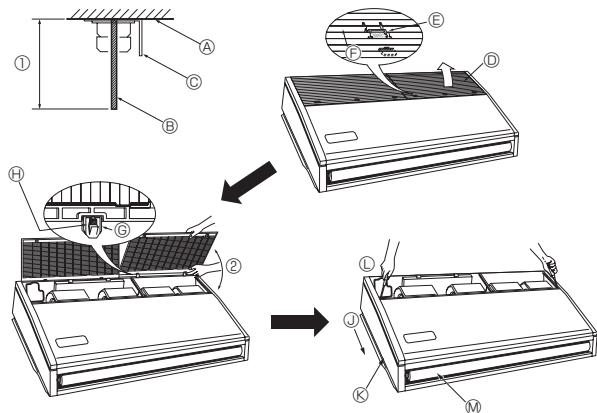

Fig. 3-4
3.2.4. Preparación de la unidad interior (Fig. 3-4)
- Determine la distancia que dejará hasta el techo (① con un margen de 100 mm).